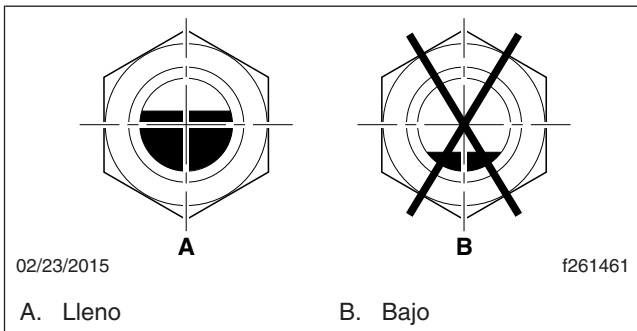

Figura 5, Mirilla de nivel del líquido para transmisión
2. Revise el nivel del líquido por la mirilla. Cuando el nivel del líquido cubre 3/4 de la mirilla o más, está al nivel mínimo o a más de éste. Vea la Figura 5.